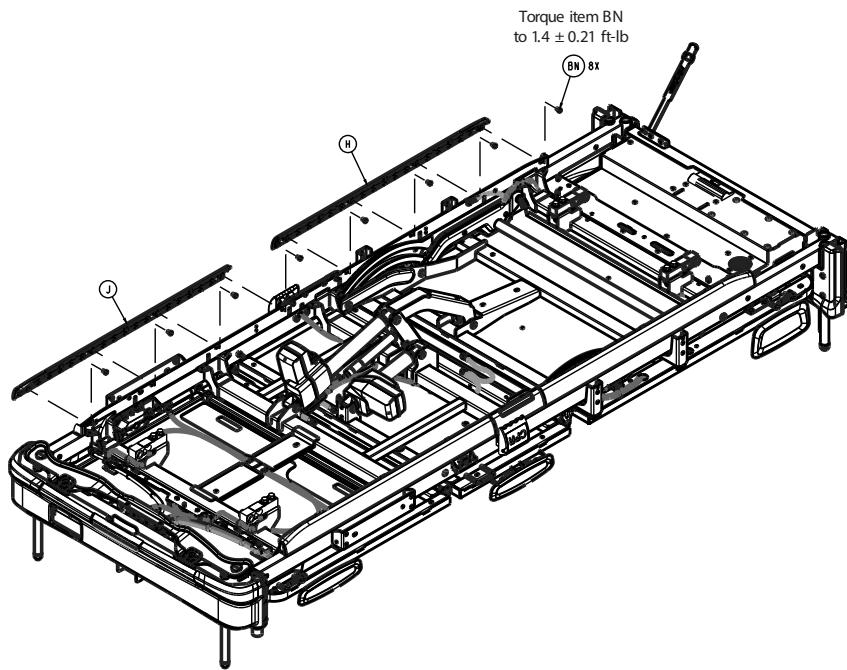

Figure 63 – Retrait du couvercle
7. À l'aide d'une clé Torx T25, retirer les quatre vis (BN) des couvercles de rail du câble du plan de couchage (H, J) du côté pieds (Figure 63). Retirer le couvercle. Conserver les vis et le couvercle.